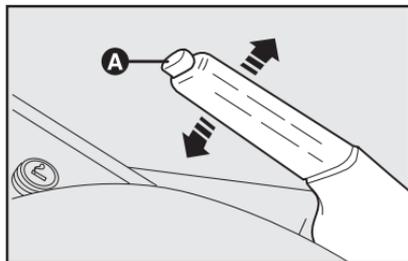

fig. 1
### FREIO DE MÃO - fig. 1
- 1) Levantar levemente a alavanca e apertar o botão de desengate **A-fig. 1**.
- 2) Manter apertado o botão e abaixar a alavanca. A luz-espia (C) apaga-se.